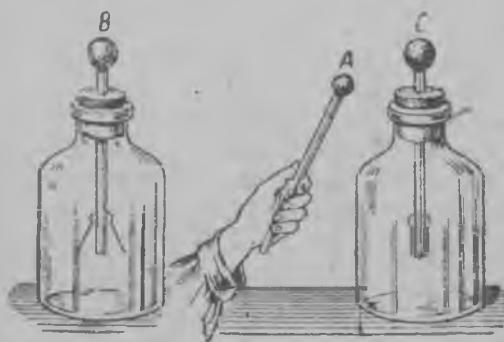

Рис. 8. Зарядан эйстамина.
Если электроскопан шариккуа *B* коскеттуа шарикал *A*, то вуйтти электроскопан зарядас эйстүү шарикках *A*, мис убедиудумма, күй шариккан *A* эйстаммä тойзех зарядиматтомах электроскоп-пах *C* (рис. 8).
9. Проводникат и изоляторат. Зарядимма электроскопан бумажнолойн листочкойн ке эñаммäл и эйстаммä электроскопан шарикан луо металлическойн шарикан *A*, кудама он кийнитеттү каучуковоих ручках (рис. 8).